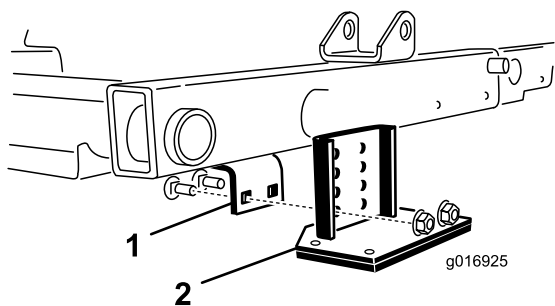

図 30
2. 中央のカッティングユニットの上にあるフレームブラケットを探し出す 図 30。
3. チッパーブラケット装着後もローラの接触状態が変わらないようにするには、チッパーブラケットのどの穴を使ってフレームブラケットに取り付けられればよいかを、中央カッティングユニットの前ローラを押し下げて調べる 図 30。
4. カッティングユニットを下降させ、キットに付属しているキャリッジボルト 2 本とナットを使って、チッパーブラケットをフレームに取り付ける 図 30。